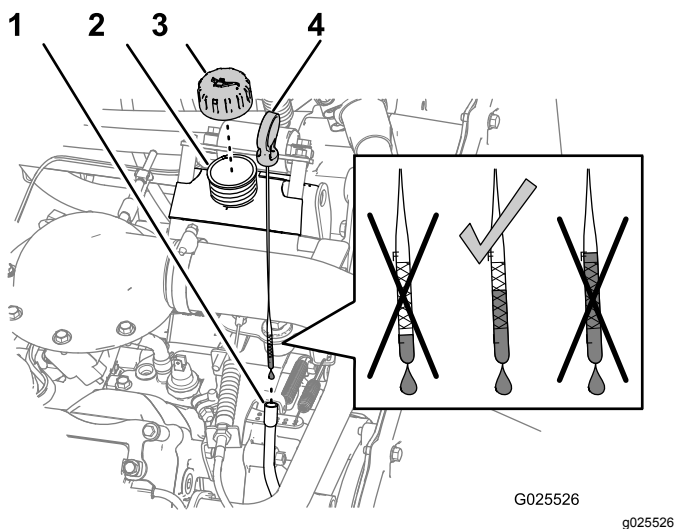

Figura 21
1. Togliete l'asta di livello ed asciugatela con un panno pulito (Figura 21).
- Rimuovetela e controllate il livello dell'olio (Figura 21).
- Se il livello dell'olio è basso, togliete il tappo di rifornimento (Figura 21) e versate dell'olio fino a portarne il livello alla tacca Full sull'asta.
- Montate il tappo di riempimento sul bocchettone di riempimento (Figura 21).
- Installate saldamente l'asta di livello nel relativo tubo (Figura 21).